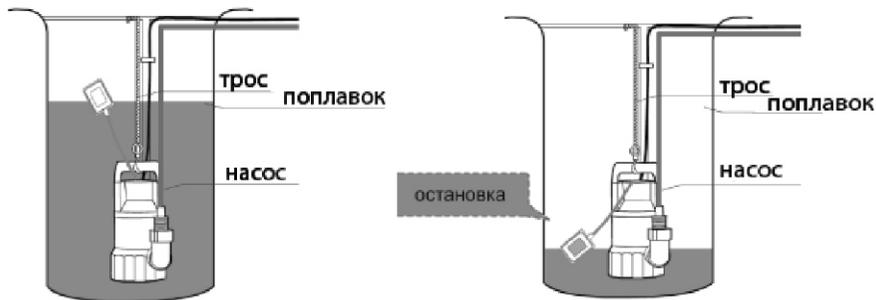

рис. 1
2.3 Рабочее положение насоса – вертикальное. Насос оснащён поплавковым выключателем, который отрегулирован на определённый уровень включения и выключения (рис. 1). Удостоверьтесь, что при минимальном уровне воды выключатель отключает насос.